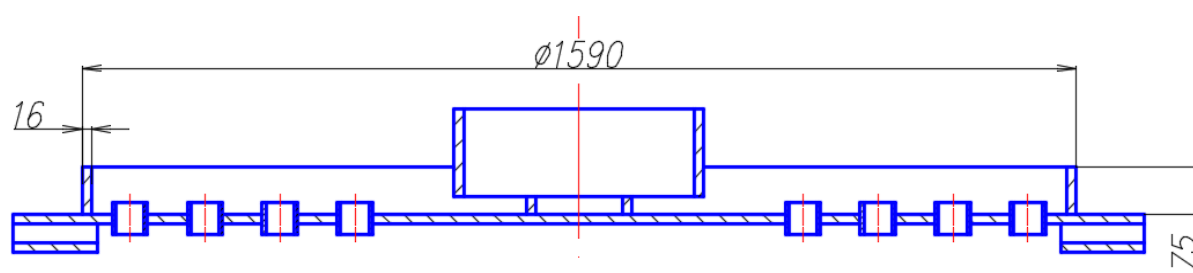

Рис. 115. Чертеж конструкции оросителя
– достроить конструкцию оросителя по заданным размерам (см. рис. 115). Выделить объект и перенести его внутрь абсорбера с помощью команд **Переместить**, объектная привязка **Смещение**.